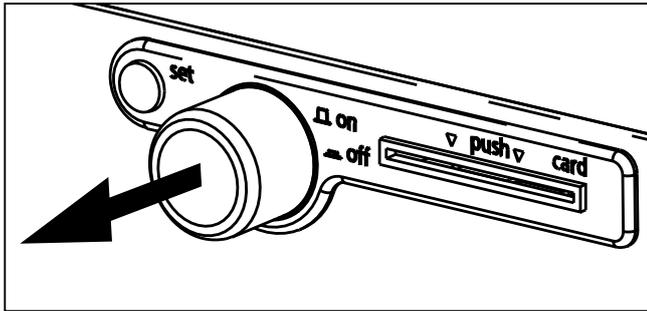

Fig. 18 Accendere la camera per test
- ▶ Accensione: Premere l'interruttore principale fino a rilasciarlo completamente in modo che sporga dall'apparecchio (Fig. 18).
-  1. Premere l'interruttore principale e accendere l'apparecchio (l'interruttore principale sporge dall'apparecchio, v. Fig. 18).